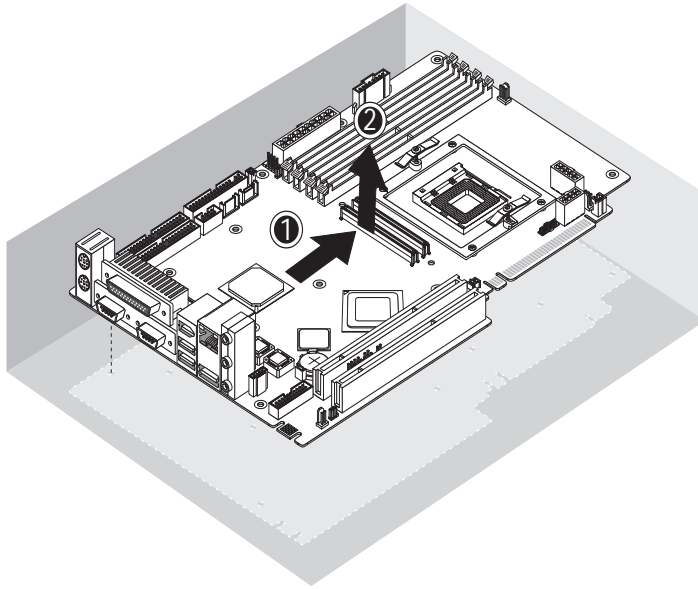

ABBILDUNG 4-30 Entfernen der Hauptplatine aus dem Gehäuse
9. Schieben Sie die Hauptplatine in Richtung der Gehäusevorderseite (siehe (1) in ABBILDUNG 4-30) und heben Sie sie nach oben aus dem Gehäuse heraus (2).